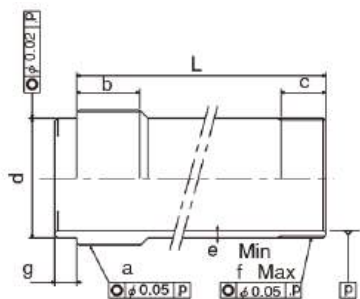

Рисунок 16
Размер L на рис. 16 определяется исходя из длины A между цилиндрическим адаптером и задней панелью. Например, в комбинации с B-206, SS1246 и при A=800 мм длина втягивающей трубы L должна составлять  $L = A + 41 = 800 + 41 = 841$  мм.
- Соблюдайте размеры e и f, указанные на рис. 16, при этом необходимо использовать материал с пределом прочности при растяжении не менее 380 МПа (38 кгс/мм2).